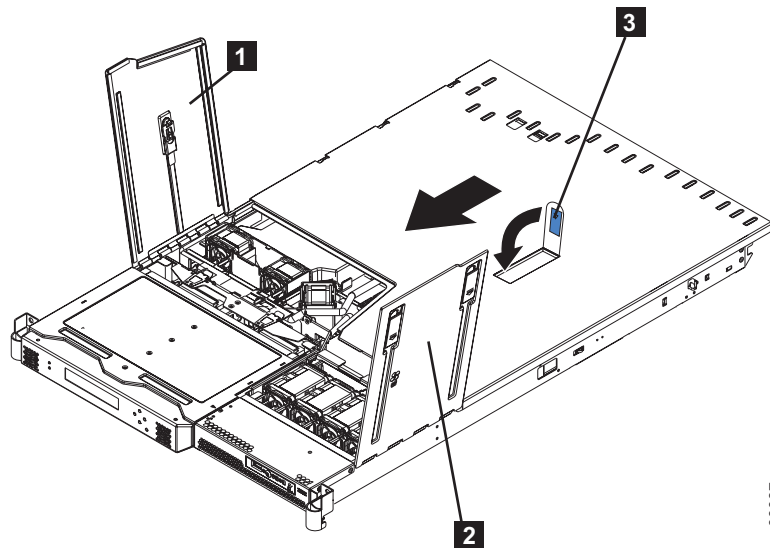

図 96. ファン・ドアを開いた状態の SAN ボリューム・コントローラー 2145-8F2
3. カバーを開くラッチ **3** (図 96 に示す) をすべてのカバーが SAN ボリューム・コントローラー 2145-8F2 のすべての差し込みつまみに収まるまで、下方に押し込みます。